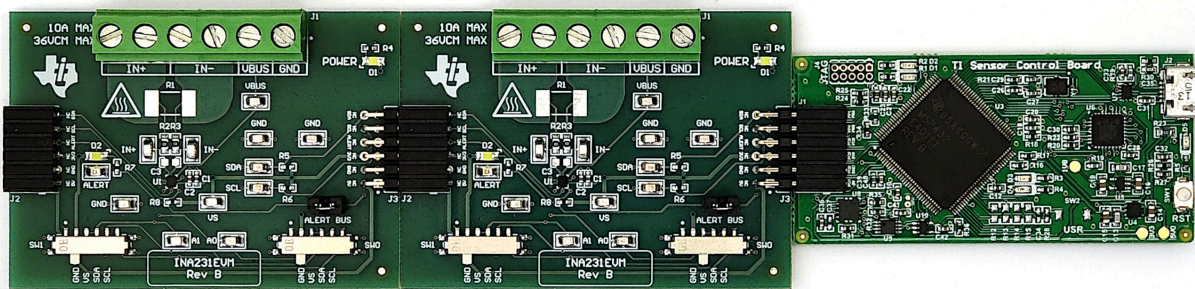

图 2-2. 多个 EVM 连接到 SCB 控制器
- 连接相同类型的多个 EVM 时，请参阅 图 2-2。
如果使用多个 EVM, 如图 2-2 所示进行连接。确保对每个器件使用不同的 I2C 地址。GUI 最多仅支持总共 4 个 EVM。